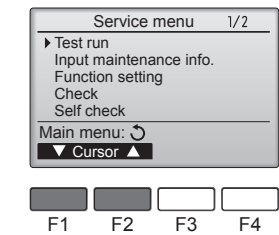

Fig. 6-3
- 3 Seleccione "Test run" (Testar funcio.) com o botão [F1] ou [F2] e, em seguida, prima o botão [OK]. (Fig. 6-3)